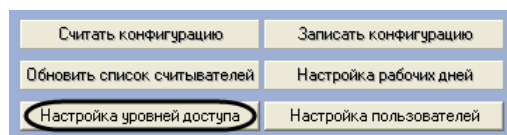

Рис. 3.3—7 Переход к настройкам уровней доступа
1. Перейти на панель настроек объекта ППК Рубикон (Рис. 3.3—7).
2. Нажать на кнопку **Настройка уровней доступа** (см. Рис. 3.3—7).